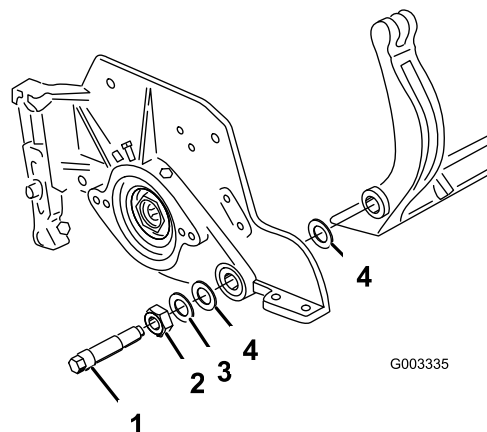
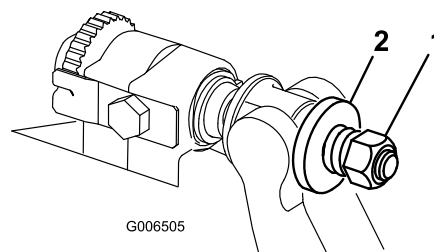

**Figura 26**
**Figura 27**
3. En cada lado de la máquina, afloje la contratuerca que fija el perno de la barra de asiento (Figura 26).
(Figura 26). Guarde las 2 arandelas de nylon y la arandela de acero troquelado de cada extremo de la barra de asiento (Figura 27).
2. Fije la barra de asiento a cada chapa lateral con los pernos de la barra (con tuercas en los pernos) y las 6 arandelas. Debe colocarse una arandela de nylon en cada lado del saliente de la chapa lateral. Coloque una arandela de acero por fuera de cada arandela de nylon (Figura 27). Apriete los pernos de la barra de asiento a 37-45 Nm. Apriete las contratuercas hasta que la arandela de acero exterior deje de girar, y la holgura quede eliminada, pero no apriete demasiado ni desvíe las chapas laterales. Las arandelas del interior pueden tener cierta holgura.